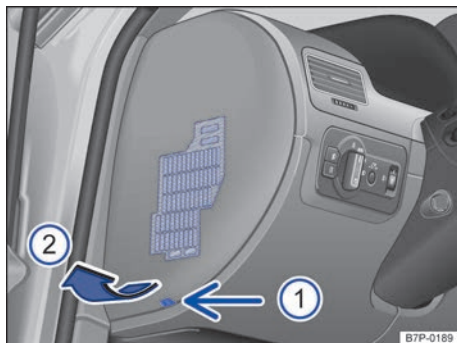
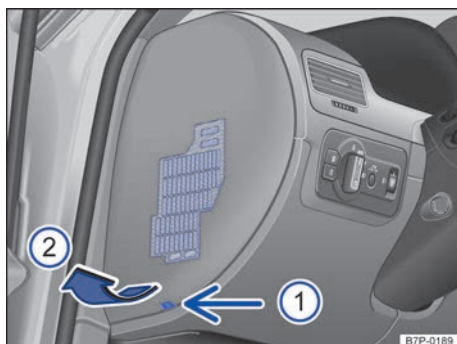

Fig. 252 En el lado izquierdo del cuadro de instrumentos: retirar la cubierta de la caja de fusibles.
Fig. 253 En el lado derecho del cuadro de instrumentos: retirar la cubierta de la caja de fusibles.
- Encaje un objeto plano, por ejemplo, el destornillador de las herramientas de a bordo, en el rebaje → fig. 252 (1) o → fig. 253 (1) y desmonte la cubierta haciendo palanca con cuidado en el sentido de la flecha (2).